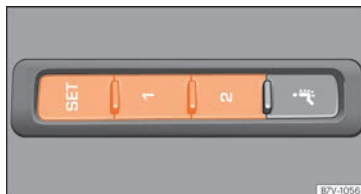

Fig. 136 Touches de mise en mémoire sur la partie extérieure du siège du conducteur.
- Appuyez sur la touche **SET** pendant plus de 1 seconde » **fig. 136**.
- Maintenez la touche  >>> **fig. 136** enfoncée.